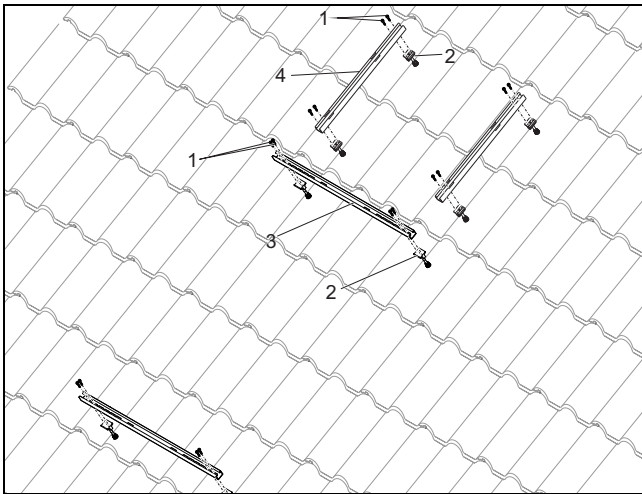

Fig. 45 Fijar el perfil del colector al caballete de soporte
- ▶ Fijar los perfiles del colector (→ Fig. 45, [3]), con dos tornillos cada uno [1], en el caballete de soporte [2]; empezando por el agujero alargado inferior.
- ▶ Fijar los perfiles del acumulador (→ Fig. 45, [4]) en el caballete de soporte con dos tornillos cada uno; empezando por el agujero alargado inferior.